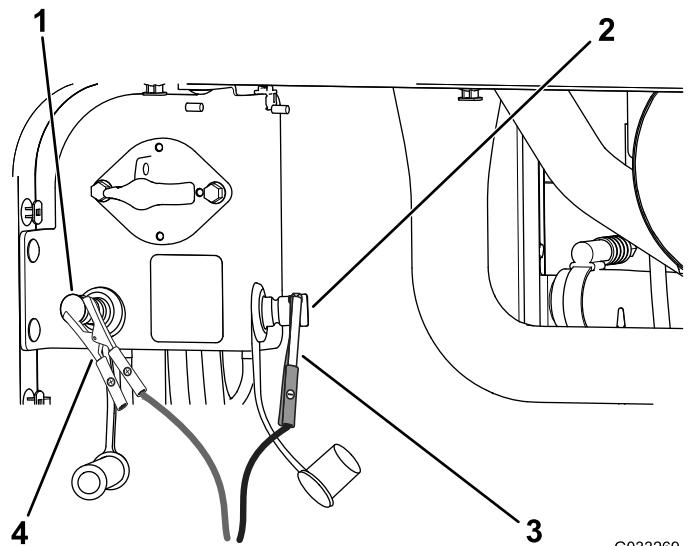

Bild 115
4. Schließen Sie das Pluskabel des Batterieladegeräts am positiven Starthilfepol an (Bild 115).
5. Schließen Sie das Minuskabel des Batterieladegeräts am negativen Starthilfepol der Batterie an (Bild 115).
7. Wenn die Batterie ganz aufgeladen ist, ziehen Sie den Stecker des Ladegeräts aus der Stromquelle. Klemmen Sie dann die Klemmen des Ladegeräts von den Batteriepolen ab (Bild 115).